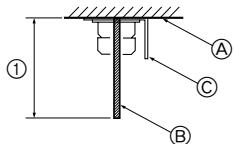

Fig. 3-4
3.2.4. Vorbereitung der Innenanlage (Fig. 3-4)
- Aufhängungsbolzen anbringen. (Vor Ort W3/8 oder M10 Bolzen beschaffen). Den Abstand von der Decke im vorhinein festlegen (① bis zu 100 mm).